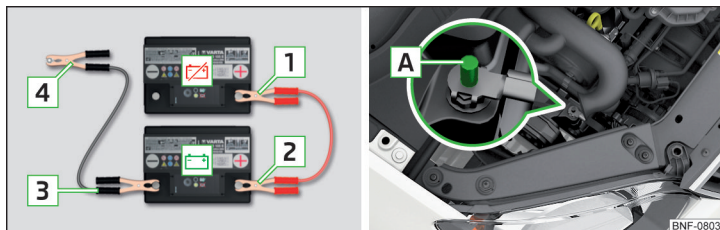

Fig. 157 **Pornirea asistată:** - bateria descărcată, - bateria furnizoare de curent / punctul de masă al motorului la sistemul START-STOP
- ▶ La autovehiculele **cu** sistem START-STOP, prindeți clema **4** la punctul de masă al motorului **A** » fig. 157.